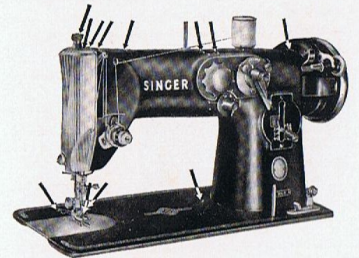

Abb. 39
**Das Ölen der Maschine.** Um einen leichten Gang der Maschine zu sichern und vorzeitiger Abnutzung der sich reibenden Teile vorzubeugen, müssen die in Abb. 39 bis 42 durch Pfeile gekennzeichneten Stellen geölt werden, und zwar täglich, wenn die Maschine andauernd gebraucht wird. Bei nur zeitweiligem Gebrauch genügt ein gelegentliches Ölen. Dafür ist ein Tropfen an jeder Stelle ausreichend.